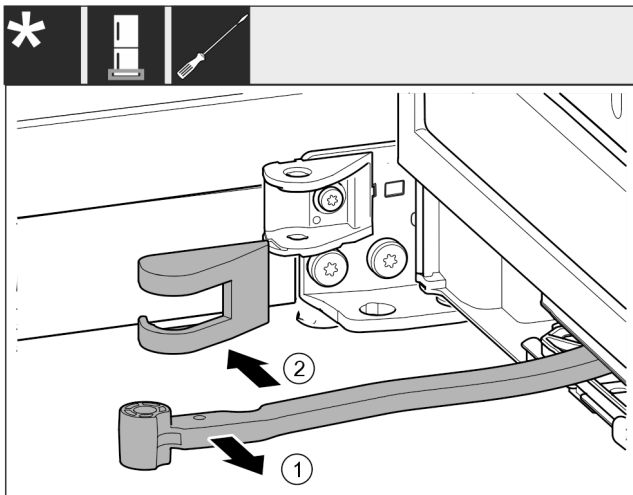

Fig. 20
- ▶ Otočte kĺb Fig. 20 (1) v smere dverí.
- ▶ Odstráňte kryt ložiskovej konzoly Fig. 20 (2).